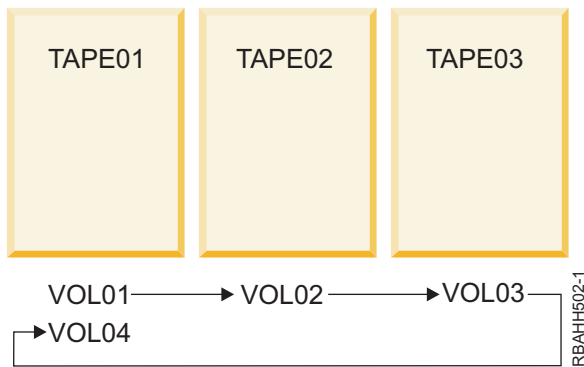

図 1. 3 つのテープ装置を使用したときのマルチボリューム・テープ・データ・ファイルの順序
- 複数のテープ装置を指定する場合は、ボリュームを装置上に置くときに、テープ装置ファイルに指定したのと同じ順序にします。図 1 を参照してください。たとえば、次のようにします。